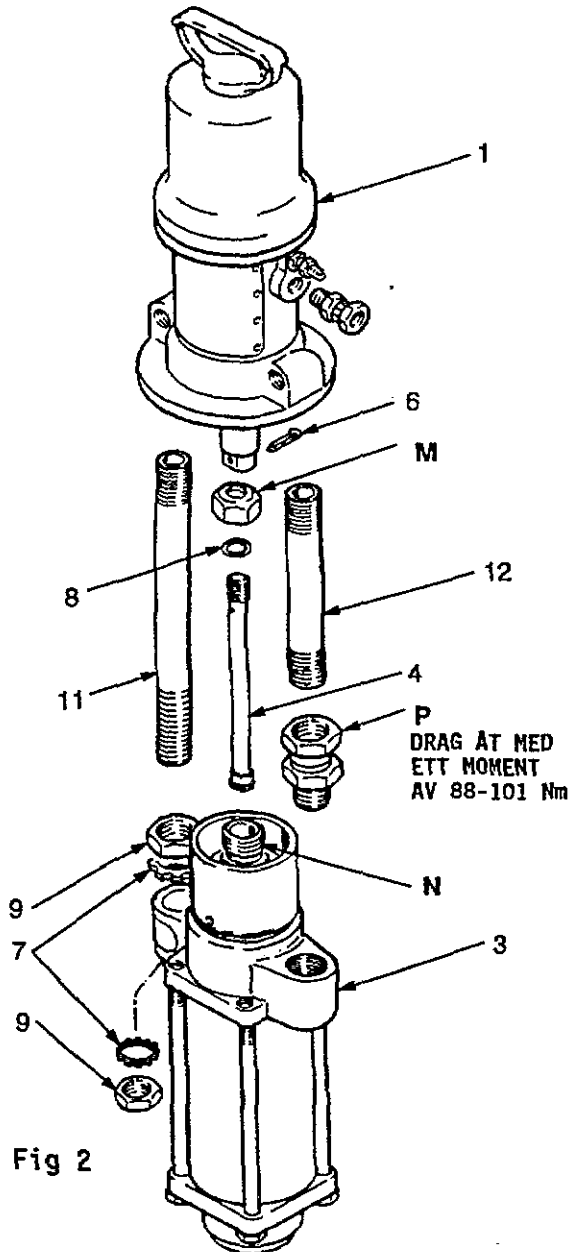

Fig 2
3. Skruva bort kopplingsmuttern (M) från kolvstången (N), se fig 2.
4. Skruva bort den nedre låsmuttern (9) från matarröret (11).
5. Skruva bort unionkopplingen (P) från matarröret (12).
1. Orientera pumpdelens färguttag mot luftmotorns luftintag och respektive monteringsrör (11) och (12). Gånga på den övre låsmuttern (9) på returröret (11) några varv. Drag fast unionkopplingen (P) på matarröret (12) och drag åt med ett moment av 88-101 Nm. Se fig 2.
2. Sätt ihop förbindelsestången (4) med kolvstången (N) och justera låsmuttrarna (9) på returröret (11) för att rikta in förbindelsestången med kolvstången. Drag åt låsmuttrarna ordentligt, var aktsam så att inte inställningen ändras.
3. Drag åt kopplingsmuttern (M) på kolvstången (N).
5. Öppna lufttillförseln till luftmotorn och låt pumpen gå sakta. Justera låsmuttrarna (9) på returröret (11) om så erfordras tills pumpen går mjukt vid minsta lufttryck till pumpen. Dra åt låsmuttrarna ordentligt.